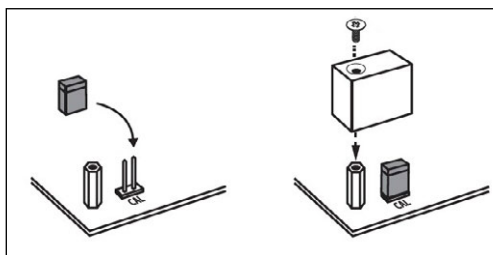

Figura 4-1. Cerrar el puente CAL
1. Cortocircuite el puente CAL para restringir el acceso al modo de configuración. (Figura 4-1 en la página 38)
NOTA: El puente CAL debe estar colocado para impedir el acceso al modo de Configuración en el arranque (Figura 4-1 en la página 38).